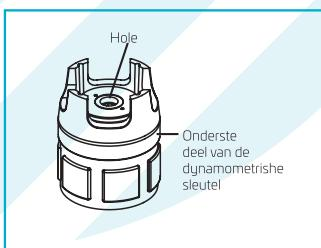

Afbeelding 2 Het handstuk met ledlamp
(zie afbeelding 2).
4. Instructies voor de belangrijkste onderdelen van het afneembare handstuk (**zie afbeelding 2**)